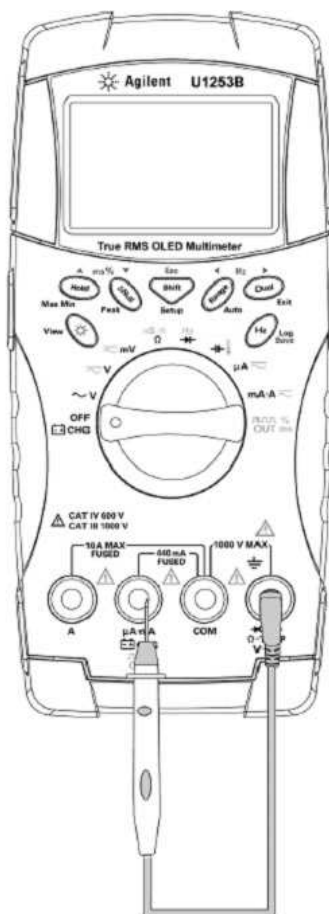

Рис. 5-8 Процедура проверки состояния предохранителей
3. Чтобы проверить предохранитель Fuse 1, вставьте наконечник пробника в правую половину гнезда $V \cdot mV$ так, чтобы он касался металла внутри гнезда, как показано на рис. 5-8.